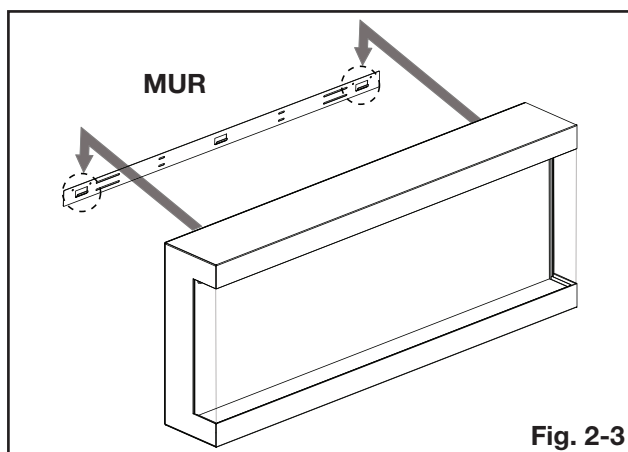

Fig. 2-3
5. Une fois le support de montage mural installé, demandez à deux personnes de soulever l'appareil et d'insérer les crochets du support dans les fentes à l'arrière de l'appareil (**Fig. 2-3**).